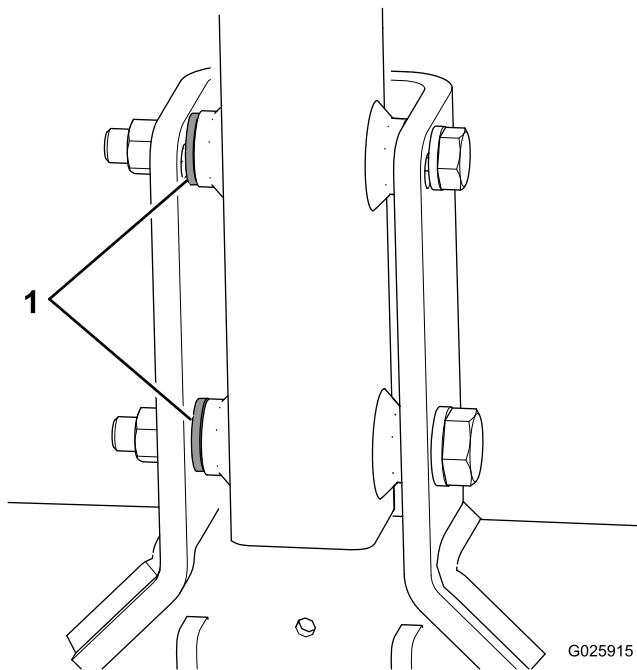

Рисунок 5
- Если в комплекте вашей машины включено по 3 шайбы на каждый болт, используйте 3-ю шайбу как прокладку между сцепкой и внутренней стороной кронштейна поворота сцепки (Рисунок 5).